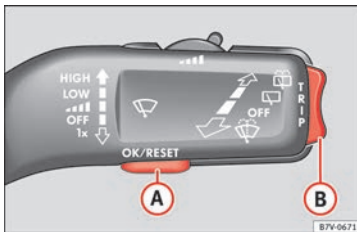
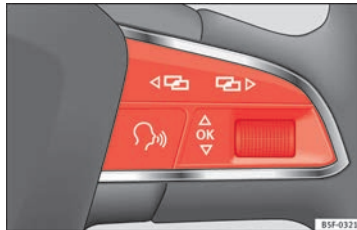

Bild 44 Vindrutetorkarspak: knappar för att komma åt instrumentpanelens menyer
Bild 45 Multifunktionsratt: knappar för att komma åt instrumentpanelens menyer
- Om ett meddelande eller en symbol visas trycker du på **OK** (» **bild 44 A** eller **» bild 45**).
- Tryck vippbrytaren **» bild 44 B** uppåt eller nedåt, eller vrid tumreglaget på multifunktionsratten tills du når önskat menyalternativ.